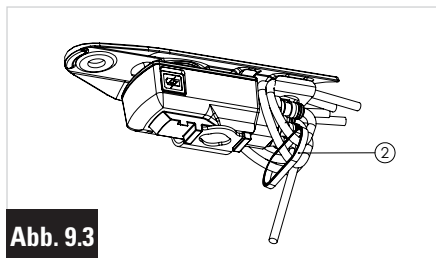

Abb. 9.3
- 7- Die 4 Kabel unter dem Verteiler mit einem Kunststoff-Kabelbinder ② zusammenfassen. Dabei das Kabel, das zum Rahmen führt, weglassen (Abb. 9.3)